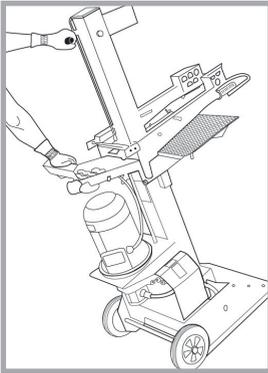

Abb. 7
3. Im oberen Bereich der Spaltsäule ist ein Transportgriff angebracht. Kippen Sie den Spalter leicht nach hinten, bis die Räder auf dem Boden aufstehen (siehe Abb. 7) und der Spalter gerollt werden kann. Das Motorschutzblech dient gleichzeitig als Griff.